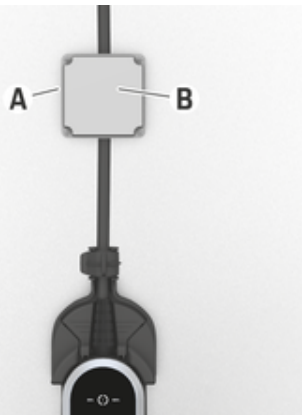

图 12 带盖的固定连接盒
9. 使用盖子 B（图 12）封闭固定连接盒 A（图 12），以避免错误操作。